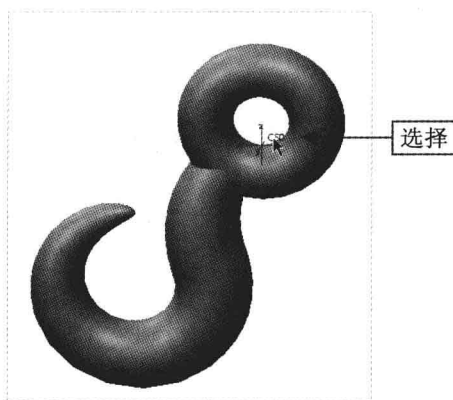

图 7-86 选择坐标系
Step 03 弹出“质量属性”对话框，在绘图区选择坐标系，如图 7-86 所示。